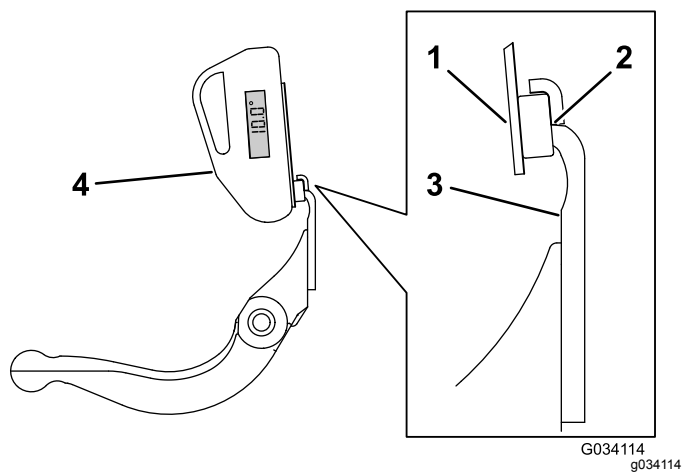

Рисунок 29
3. Установите крепление индикатора угла на кромке неподвижного ножа так, чтобы кромка магнита совпала с кромкой неподвижного ножа (Рисунок 29).
4. Установите индикатор угла на крепление, как показано на Рисунок 29.